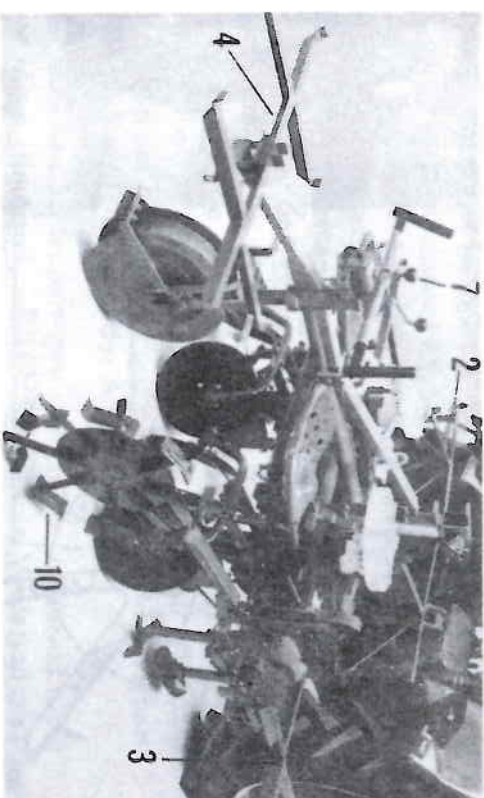

Abb. 137 Halbautomatische Kartoffellegemaschine 2-reihig, zum Legen vorgekeimter Kartoffeln
Damit der Antrieb auch auf lockerem Boden sicher ist, können Sandbleche (10) anmontiert werden (Abb. 137, Seite 47).